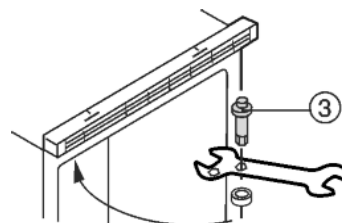

Fig. 3
- Dévisser l'axe de charnière supérieur Fig. 3 (3) et le revisser de l'autre côté avec un couple de serrage de 4 Nm.
- Accrocher la porte sur l'axe de charnière Fig. 3 (3) du dessus et la fermer.